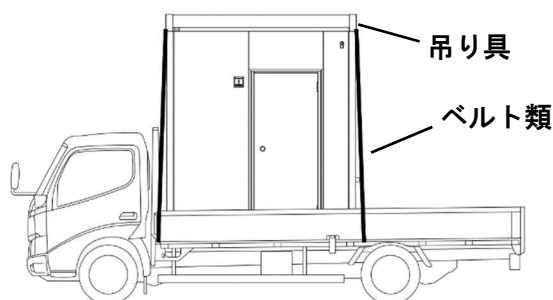

図 1. 固定方法
- ・本体の固定は、必ず大梁左右の吊り具からラッシングベルト等を使用し 4 隅で固定してください。(図 1 参照)